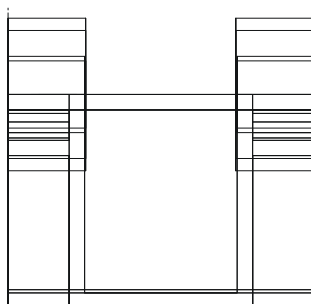

图 12-2-18
STEP 04 把箱体右边凸台镜像到左边，图 12-2-18 所示。